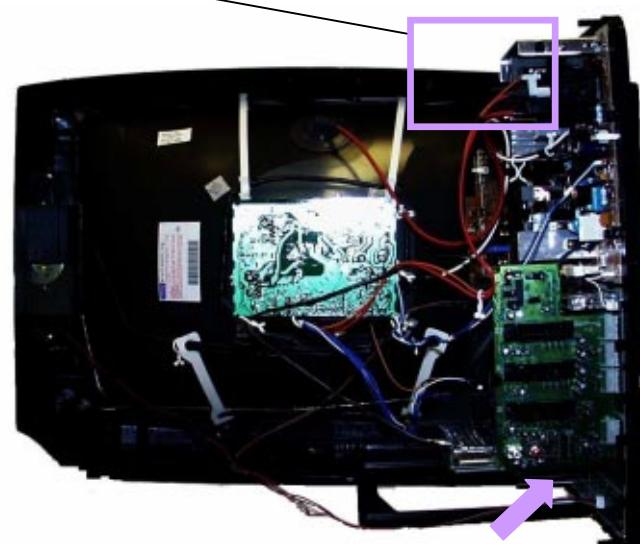

Fig.6.
3. Locate the base of the chassis frame into the hole (**B**), shown in **Fig.6.**
3. Localiser le trou (**B**), à la base du cadre du chassis, montré **Fig.6.**